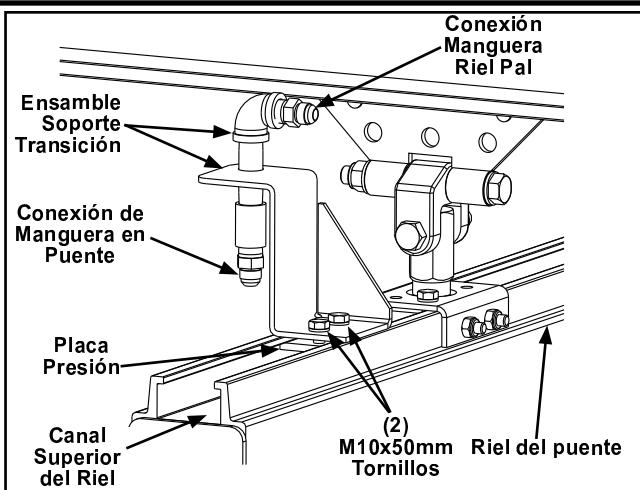

Figura 3-110
- Afloje M10 x 50 mm HHCS en placa de presión; deslice soporte de transición en canal de soportes de riel del puente. Posicione soporte aprox. seis (6) in (152 mm) de Carro Final. Vea Figura 3-110.
- Instale conector giratorio hembra con abrazadera en extremo de la manguera. Conecte extremo de manguera de riel principal a ensamble de soporte de transición. Vea Figura 3-110.